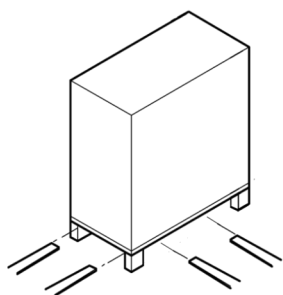
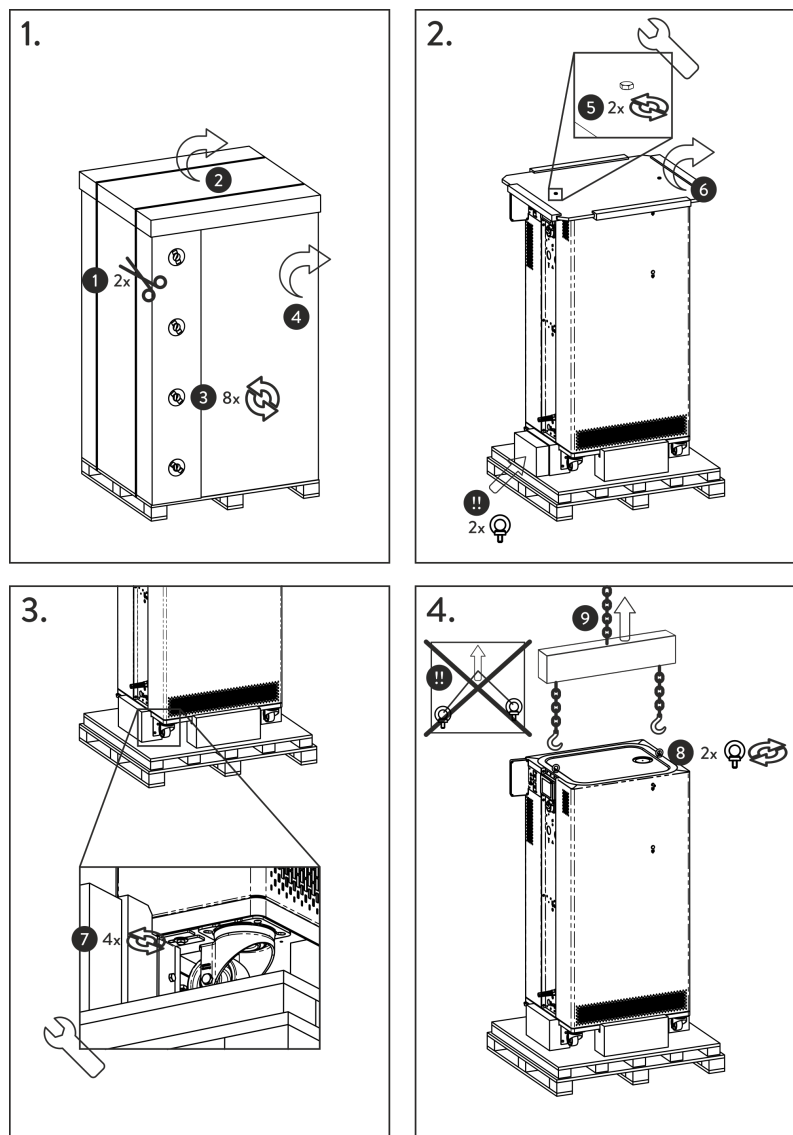

Fig. 1 : Transport avec le chariot élévateur
Fig. 2 : Graphique des instructions de déballage
1. **Fig. 1 :** couper les sangles de cerclage ① et les retirer.
2. Soulever le couvercle de l'emballage en carton ② et le retirer.
3. Dévisser les fermetures à baïonnette ③ du carton. Pour cela, les tourner dans le sens antihoraire.
4. Retirer le carton ④.
5. **Fig. 2 :** dévisser les vis ⑤ du couvercle en bois. Pour cela, les tourner dans le sens antihoraire. Retirer le couvercle en bois ⑥.
7. **Fig. 2** : retirer les anneaux de manutention de l'emballage.